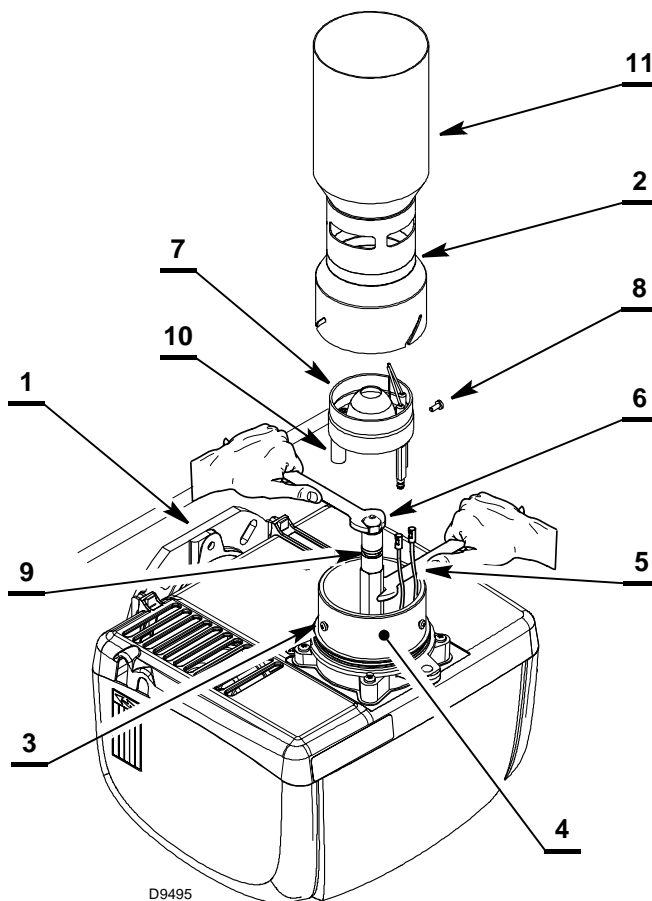
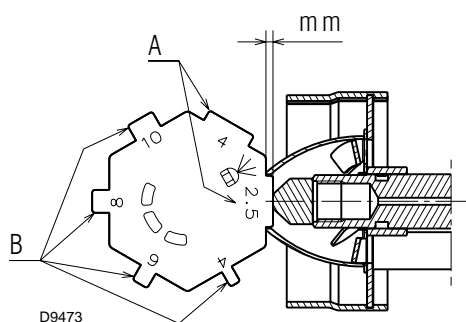

Fig. 24
Fig. 26
- agganciare il bruciatore alla flangia 1) (Fig. 24).
- agganciare il bruciatore alla flangia 1) (Fig. 24) e allentare le viti 3);
TENERE IL PORTAUGELLO CON L'AUSILIO DI UNA CHIAVE (Fig. 24).
- Verificare, utilizzando la dima a corredo 2) (Fig. 26), il corretto posizionamento del gruppo testa 1), seguendo le indicazioni riportate in Tab. B.
- Montare il bocchaglio 2) (Fig. 24) e fissarlo con le viti 3) con coppia non superiore a 0,8 Nm, avendo cura di regolare l'apertura delle asole come indicato in Tab. A pag. 16 (usare dima a corredo) (Fig. 26).